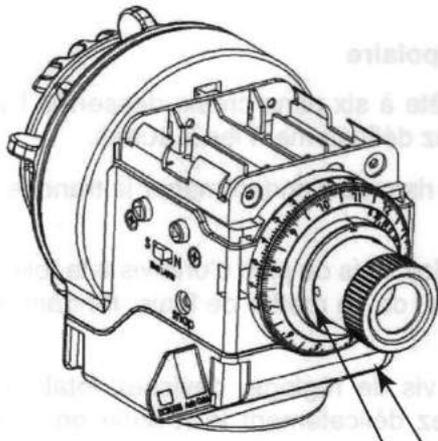

Fig. 28
4. Si l'objet quitte le réticule lors de la rotation de l'axe, cela signifie que l'alignement du viseur polaire doit être modifié. Pour cela, repérez le point pour lequel l'objet est le plus éloigné de la croisée des fils du réticule puis utilisez les 3 petites vis de réglage du parallélisme (Fig. 28) pour rattraper la moitié de la dérive (Fig. 29). Une clé à six pans de 1,5mm est nécessaire.